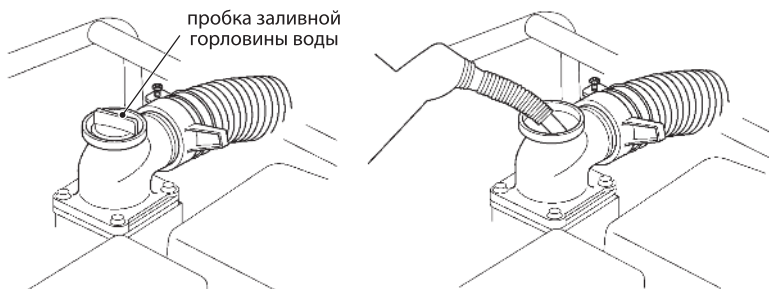

Рис. 7
- отвернуть пробку заливной горловины насосной части (рис. 7);